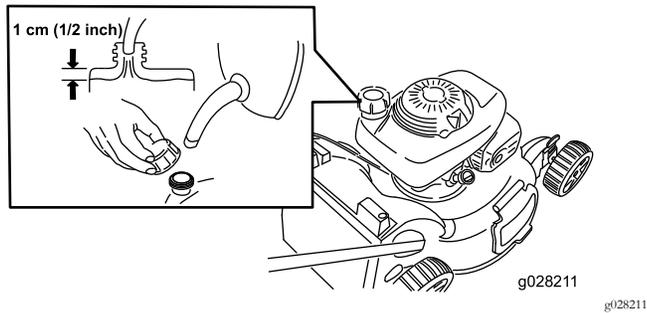

図 15
1. 燃料キャップの周囲をきれいに拭いてからキャップを外す 図 15。